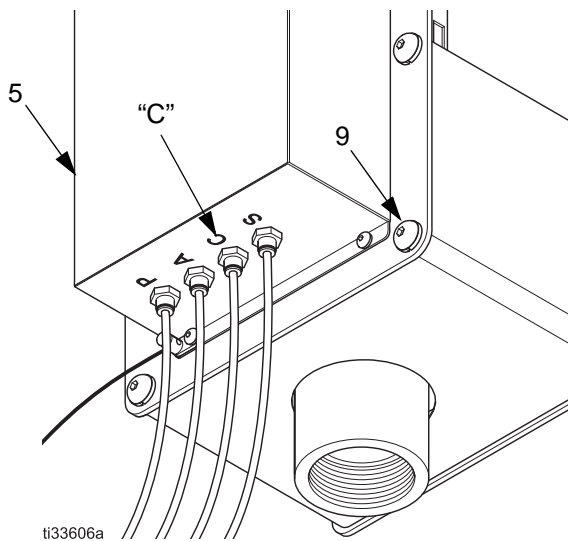

FIG. 9: Tapa y accesorios neumáticos de la caja lavapistolas
2. Retire los cuatro tornillos (9) que sujetan la tapa (5) a la caja lavapistolas. Consulte FIG. 9.
3. Fuerce el activado de los gatillos de los cilindros conectando aire a la entrada C. Encienda el aire para extender los botones (31) y (35) de los cilindros.